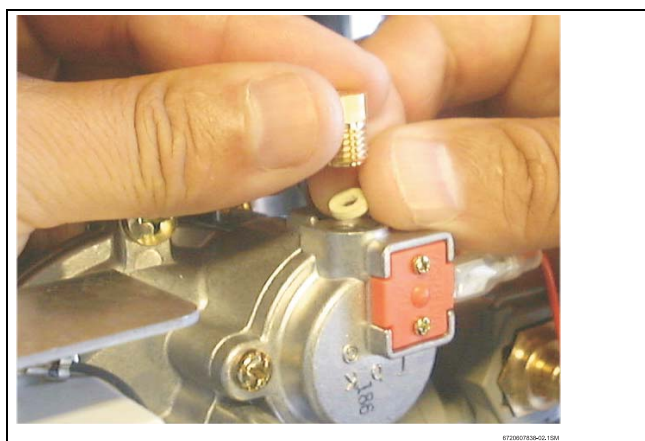

Fig. 2
- ▶ Sostituire l'iniettore pilota cambiando la guarnizione (Fig. 2).